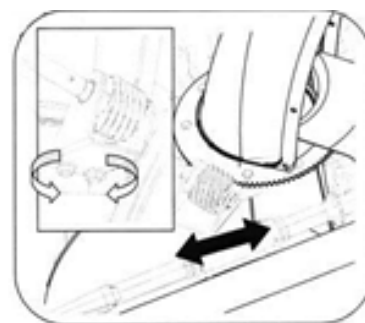

Figure 35
2. Serrez les écrous. Reportez-vous à la Figure 35.